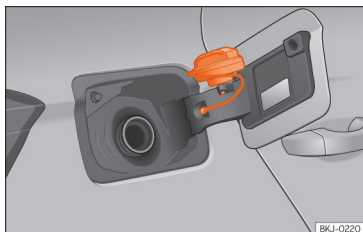

Abb. 261 Tankklappe mit aufgestecktem Tankverschluss.
• Platzieren Sie den Verschluss in der Ausparung, die sich im Scharnier der geöffneten Tankklappe befindet »» **Abb. 261**.